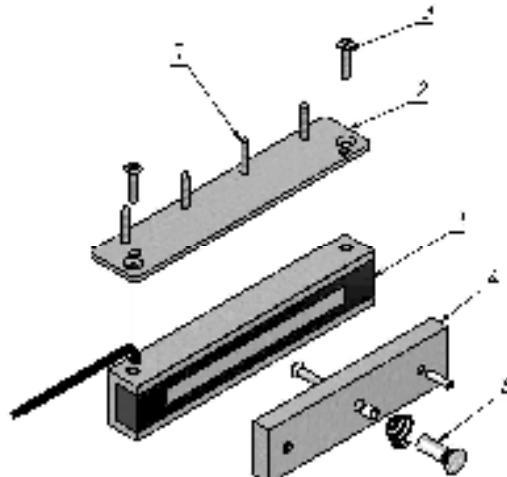

Рисунок 1 – Комплект поставки замка
3.2 В комплект поставки замка AL-350FB-M-01 входят (рисунок 1):
5.2 Корпус замка размещается в верхней части дверной коробки. В зависимости от ширины дверной коробки монтажная пластина (поз.2 рисунок 1) ориентируется на корпусе замка и крепится с помощью винтов M6 (поз.3 рисунок 1). Варианты крепления корпуса замка на пластине приведены на рисунке 3.